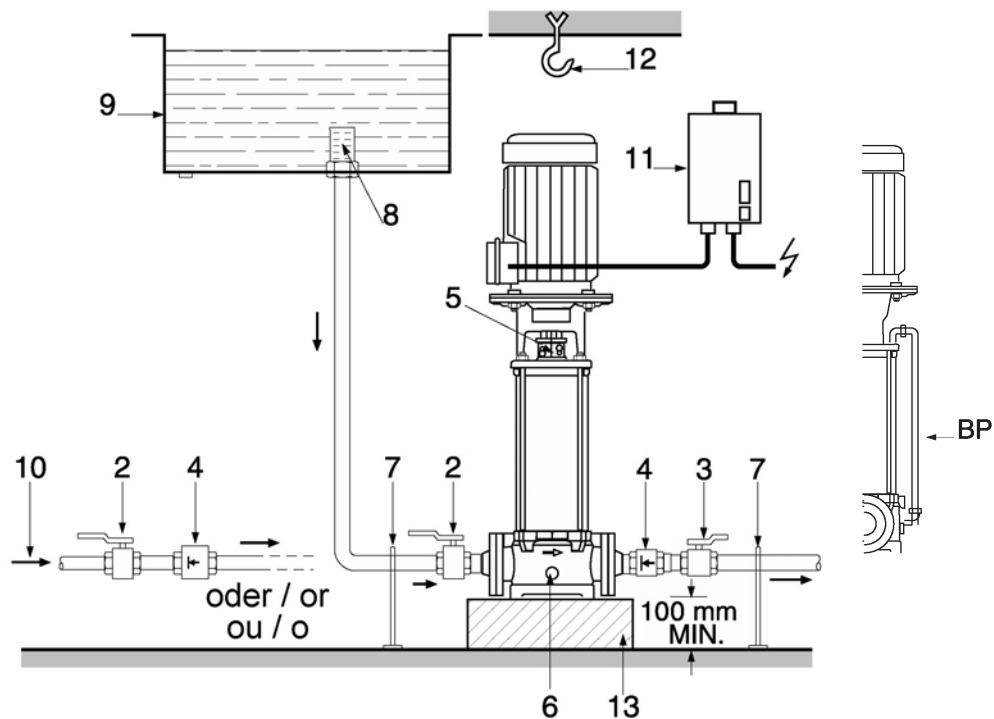

Fig. 2
- устанавливайте насос таким образом, чтобы было достаточно места для обслуживания, ремонта и демонтажа насоса. Насос необходимо устанавливать перпендикулярно на бетонном фундаменте (рис. 2, 3). Между фундаментом и полом необходимо проложить гаситель вибраций (резину) (рис. 2 поз. 13). Размеры для установки и соединения указаны в таблице 1 п. 1.2.1., и на рис. 3
- При использовании тяжелых насосов следует вертикально над насосом расположить крюк (рис. 2, поз. 12) или грузоподъемный механизм (общий вес насоса: см. каталог/спецификацию). Крюк позволит при проведении обслуживания или ремонта насоса закрепить подъемное устройство или вспомогательные средства. Следует обеспечить свободное пространство не менее 200 мм.
Подсоедините всасывающий и напорный трубопроводы без механических напряжений. Установите виброгасящие компенсаторы. Трубы должны иметь опоры, чтобы их вес не передавался на насос (рис. 2, поз. 7).
Запорные краны (рис. 2, поз. 2 и 3) должны быть установлены до и после насоса, чтобы избежать необходимости опорожнения и повторного заполнения системы в случае демонтажа/замены насоса. Для уменьшения потерь давления рекомендуется делать всасывающий трубопровод как можно короче, а его диаметр должен быть не менее номинального диаметра всасывающего патрубка насоса. Также избегайте лишних колен у трубопровода и установки арматуры неподходящего проходного сечения. На напорном трубопроводе должен быть установлен обратный клапан (рис. 2, поз. 4)
Если забор воды производится из резервуара, необходимо установить фильтр на всасывающей магистрали (рис. 2, поз. 8), чтобы предотвратить попадание грязи в насос.
При работе с горячими или загазованными средами должна быть установлена перепускная трубка (рис. 2, поз. BP – принадлежность).
-Закрыть оба запорных крана (перед насосом и после него) и отверните винт (рис. 2, поз. 5) для удаления воздуха из насоса на полтора-два оборота.
-Медленно открыть запорный кран (рис. 2, поз. 2) на входе в насос, подождать пока воздух не выйдет из насоса полностью и из отверстия для удаления воздуха не начнет течь вода. Заверните винт.
Если место установки не защищено от замерзания, то в холодное время года необходимо слить воду из насоса и трубопровода. Для слива воды из насоса необходимо: закрыть запорные вентили на всасывающем и напорном трубопроводах, открыть сливное отверстие (рис.2, поз. 6) и винт для удаления воздуха (поз. 5).